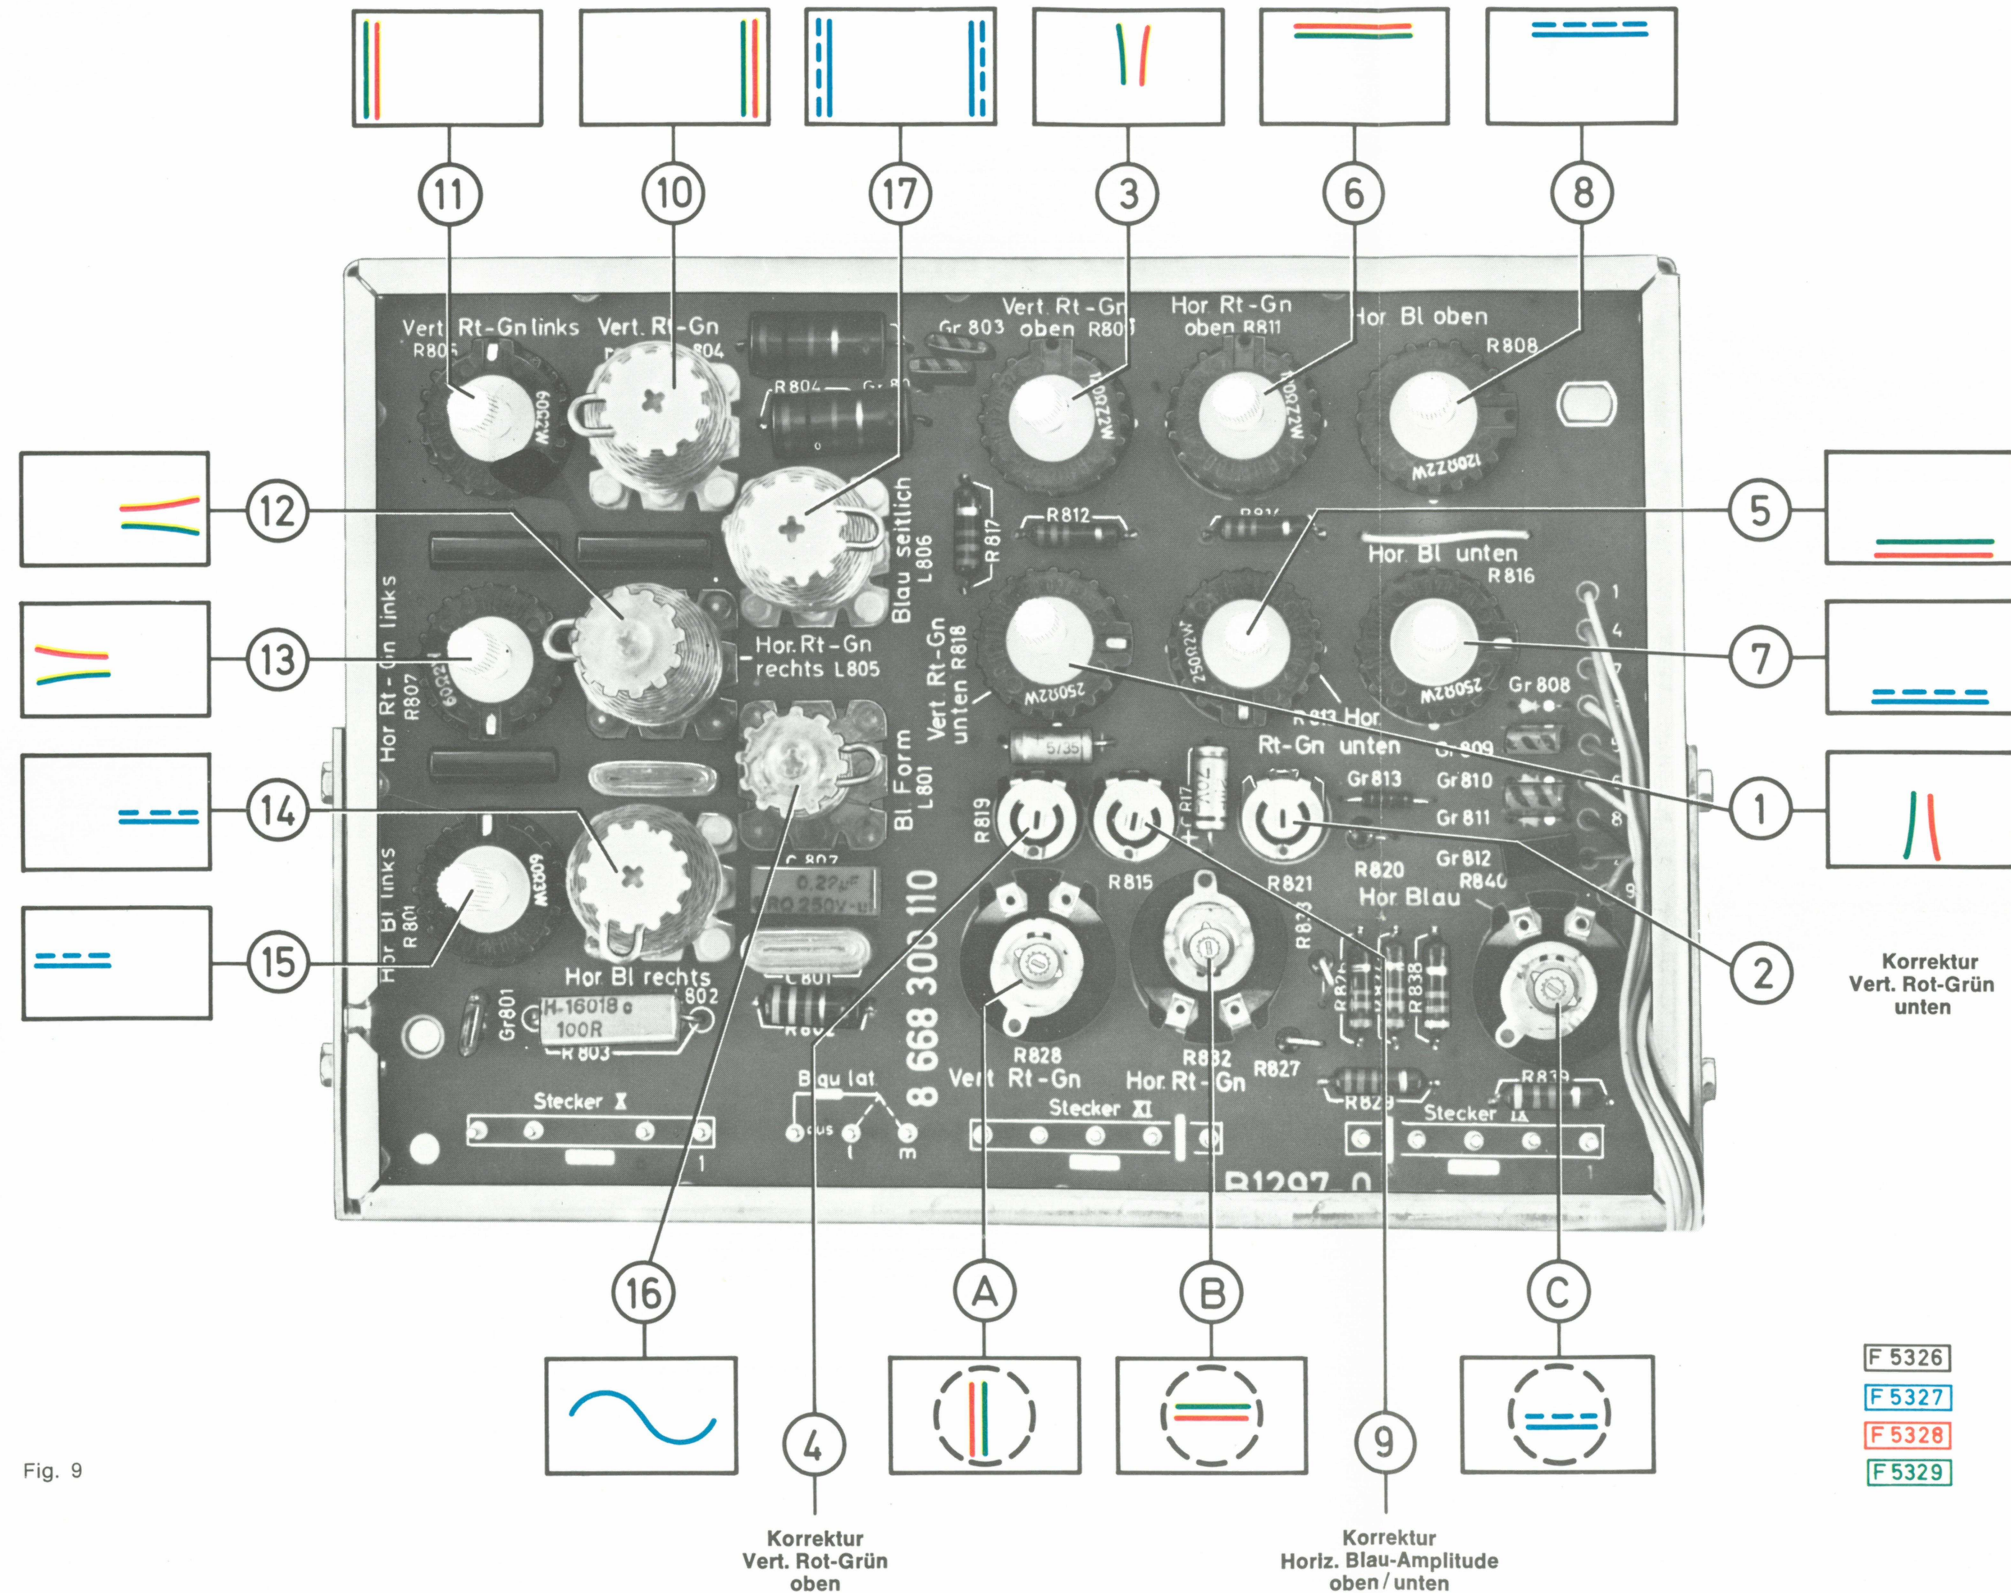

Fig. 9
Einstellregler (A), (B) und (C) in Mittelstellung bringen (Fig. 9).
Konvergenzplatte hochklappen, Fig. 9, genau davor auf das Gehäuse legen, Gittermuster empfangen, Kontrastregler auf Rechtsanschlag, Helligkeitsregler in Mittelstellung. Die Zahlen und die Buchstaben in den Kreisen \bigcirc geben die Einstell-Reihenfolge an.